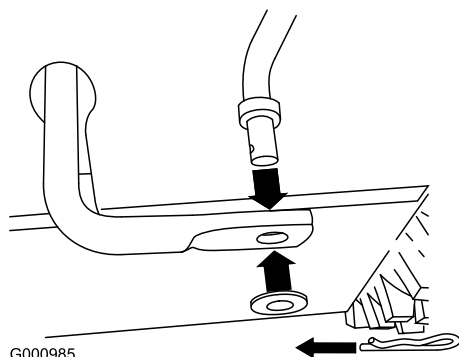

Рисунок 5
1. Выньте шплинт и снимите шайбу с нижнего конца штока управления скоростью, затем вставьте нижний конец штока в нижнее коромысло так, чтобы изогнутый конец штока управления скоростью был направлен назад (Рисунок 5).